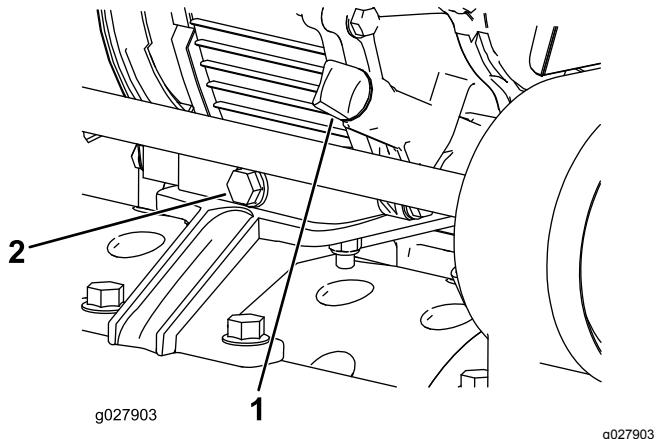

Figura 29
1. Aparque la máquina en una superficie nivelada y límpie el área alrededor del indicador del nivel de aceite (Figura 29).
- En la parte trasera de la máquina, coloque un recipiente debajo del tapón de vaciado (Figura 29). Afloje el tapón de vaciado.